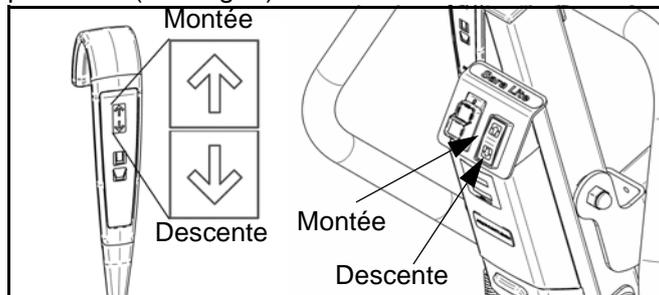

Fig. 7
La télécommande ou le panneau de commande peut être utilisé(e) pour faire fonctionner le lève-personne (voir Fig. 7)
**AVERTISSEMENT : Les bras du patient doivent toujours être à l'extérieur du harnais, comme indiqué à la Fig. 7, pour éviter que le patient ne glisse hors du harnais.**